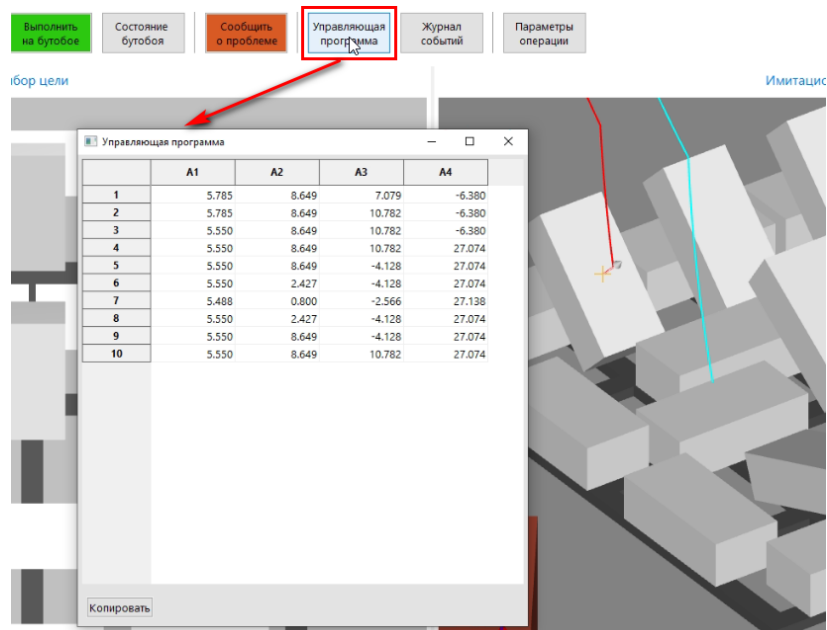

Рисунок 7. Вызов окна просмотра управляющей программы
9) Для просмотра сформированной управляющей программы бутобоя необходимо нажать кнопку-команду «Управляющая программа»: в открывшемся окне (рис. 7) отобразится таблица со значениями передаваемых в бутобой угловых положений звеньев, которые при желании можно скопировать в текстовом формате (кнопка «Копировать»);